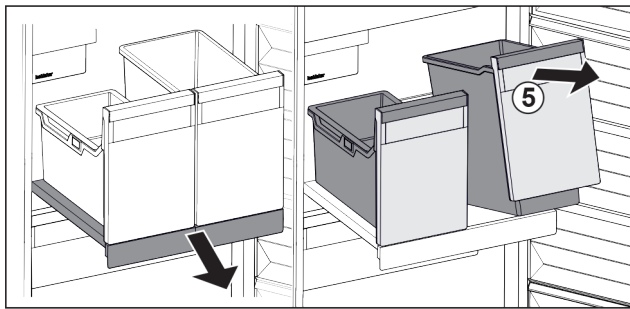

Fig. 117
- Sollevare il contenitore Fig. 117 (5) dal lato anteriore.